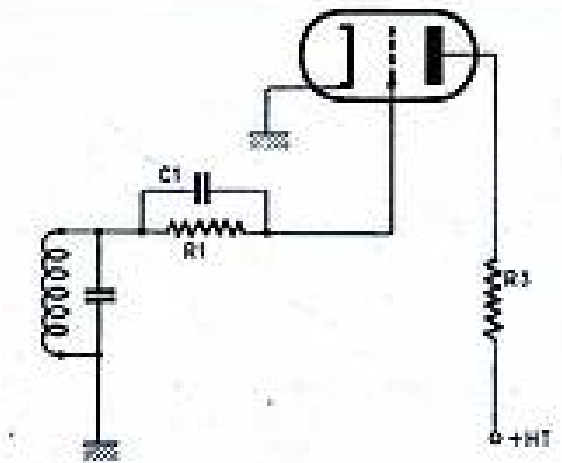

Fig. 43. — On arrive ainsi au schéma classique d'une détectrice « par la grille ».
Nous voyons alors que les deux diodes et la grille se trouvent réunies ensemble, ce qui nous permet de les assimiler à une électrode unique, une grille. Par ailleurs, la résistance R_2 , shuntant l'ensemble R_1 - C_1 -bobinage, peut être supprimée : sa valeur est toujours élevée et son influence peut être négligée. Nous obtenons finalement le schéma de la figure 43, qui est celui, classique, d'une détectrice « grille » à triode.
3. — Distorsion. — En regardant n'importe quel schéma de détection grille (fig. 43, 44 ou 45), nous nous rendons immédiatement compte des particularités suivantes :